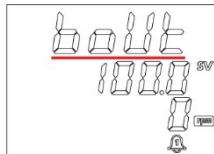

Рисунок 20
9.1.1. Признаки: нагрев прекращается, подаётся звуковой сигнал, на дисплее появляется надпись boUt, в нижней части дисплея отображается символ тревоги 1 (Рисунок 20).